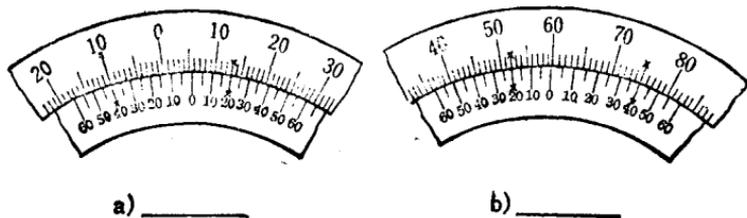

图 1-4
43. 在图 1-4 中, 填写各刻线位置所示的读数角度值。